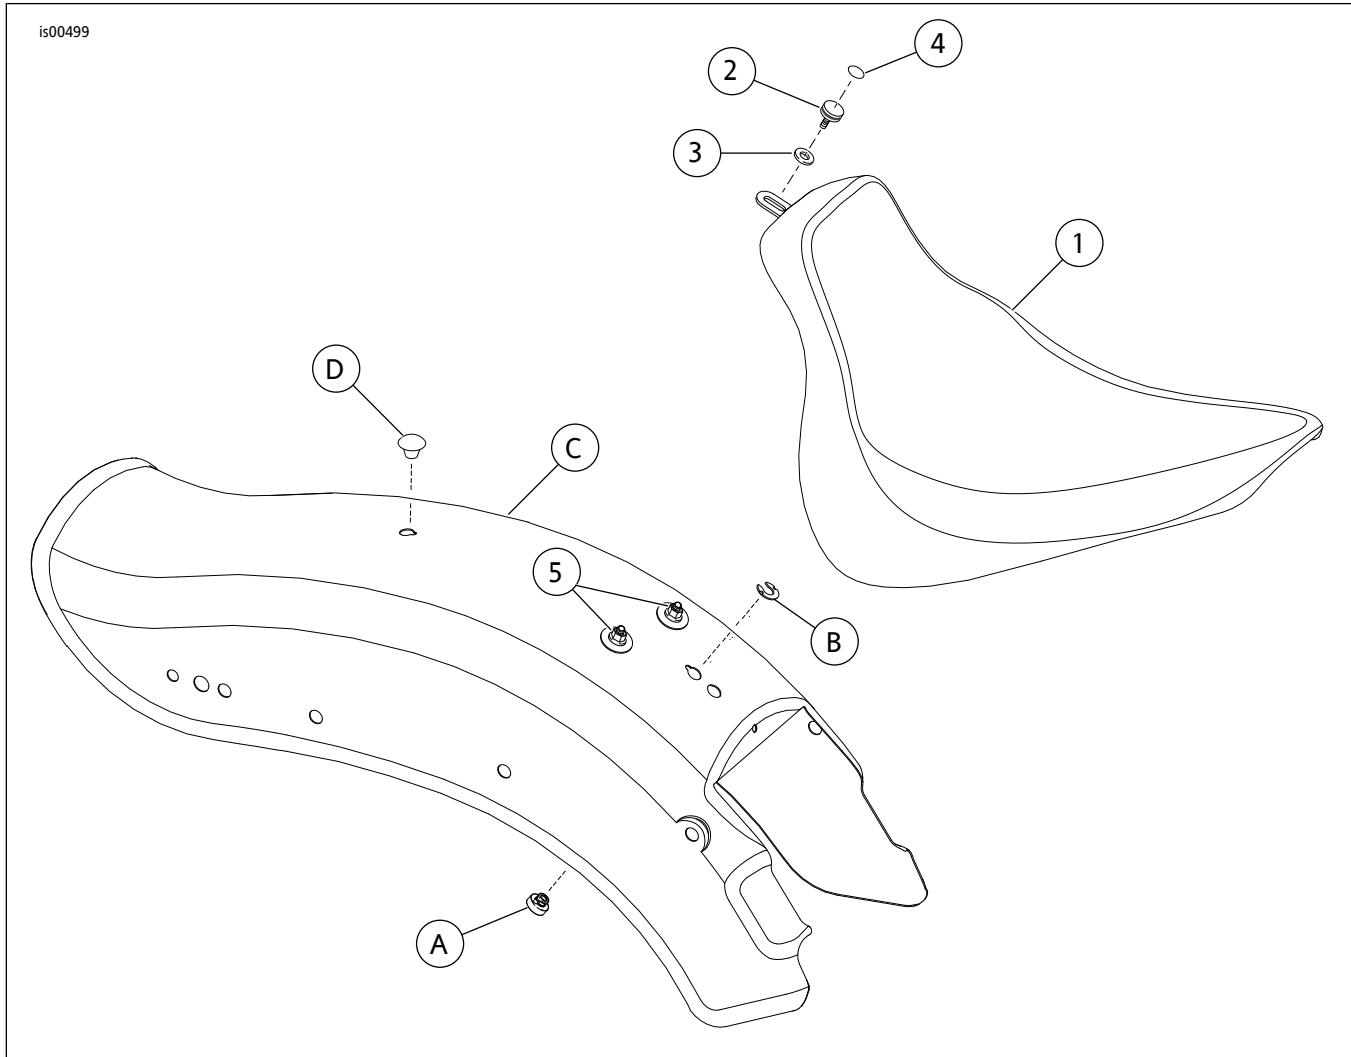

图2。维修零件：软尾定制单人座椅套件
参见图2和表1。
2. 参见图2和表1。将凸缘螺母(5)安装到后挡板上的座椅安装螺柱。
1. 参见图2和表1。将之前拆下的座椅安装螺母(A)和固定环(B)安装到后挡板(C)上的前部座椅安装孔中。